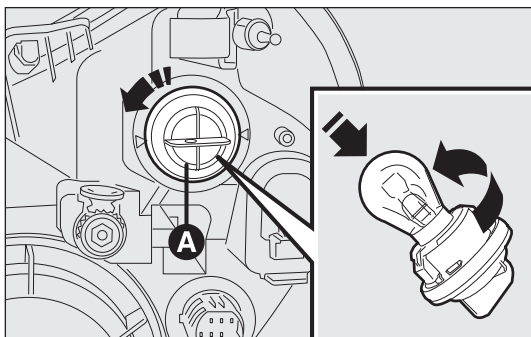

fig. 185
- Vrid lamphållaren moturs A-fig. 185 och dra ut den.